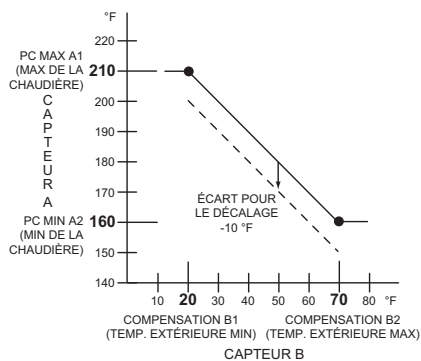

Fig. 66. Courbe de compensation pour la sortie MOD1 avec écart pour le décalage.
**Exemple de compensation :** (voir la la Fig. 66 à la page 35)
**Exemple de décalage (optionnel) :** (voir la la Fig. 66 à la page 35)
À titre d'information, les valeurs indiquées à la Fig. 66 ci-dessus sont utilisés au cours des étapes de programmation de la compensation.
Voir la Fig. 66 pour observer les valeurs employées dans la section qui suit.